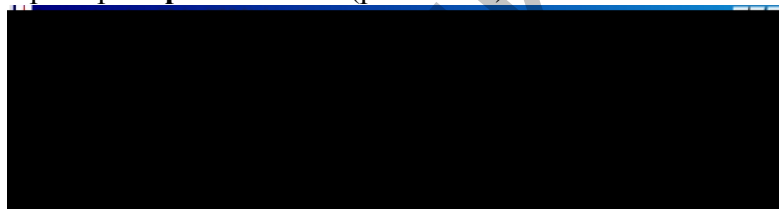

Рис. 10.10. Словарь **UDP**
2. Создайте **UDP**. Для этого перейдите в меню **Dictionary/UDP** и в словаре внесите имя **UDP**, например "**Приложение**" (рис. 10.10).